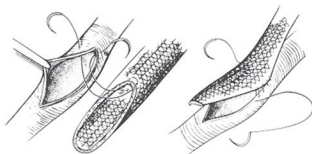

Fig. 9
2. Il materiale di sutura più indicato è il polipropilene monofilamento. Durante la sutura, estroflettere i margini della protesi e verificare che lo spessore totale della parete di collagene e la rete interna di poliestere siano attraversati in ogni punto. Fig. 9.